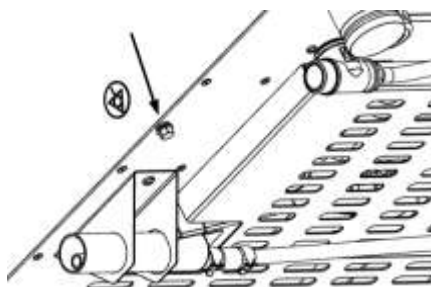

Рис.2.1 - Регулировка положения и подключение
- При установке пароконвектомата в технологическую линию, для выравнивания электрического потенциала, предусмотрен зажим заземления (шпилечный) (рис.2.1), обозначенный знаком «» – эквипотенциальность на задней стенке. Сечение эквипотенциального провода должно быть не менее 10мм².;